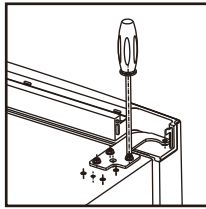

Рисунок 17
9. Навесьте верхнюю дверь, затем зафиксируйте дверную петлю (рис. 17).